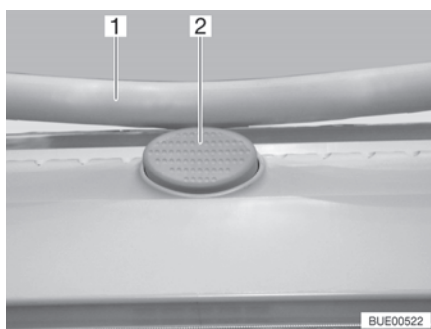

Bild 30 Låsknapp (Heki-taklucka)
- Tryck på låsknappen (Bild 30,2) och dra ner bygeln (Bild 30,1) med båda händerna.
- Tryck bygeln uppåt med båda händerna tills bygeln ligger ovanför låsknappen (Bild 30,2).